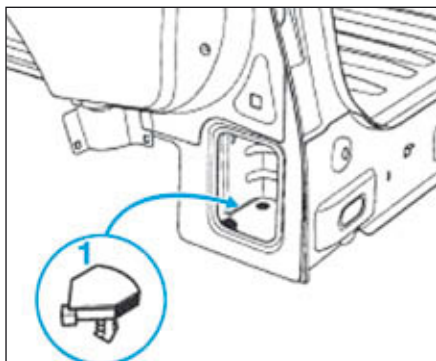

FIG.67
- Appliquer sur la périphérie de l'insert (1) du mastic d'étanchéité garniture (référence :77 01 423 330) (Fig.67).